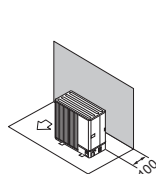

Fig. 2-7
① Obstacole numai în spate (Fig. 2-7)